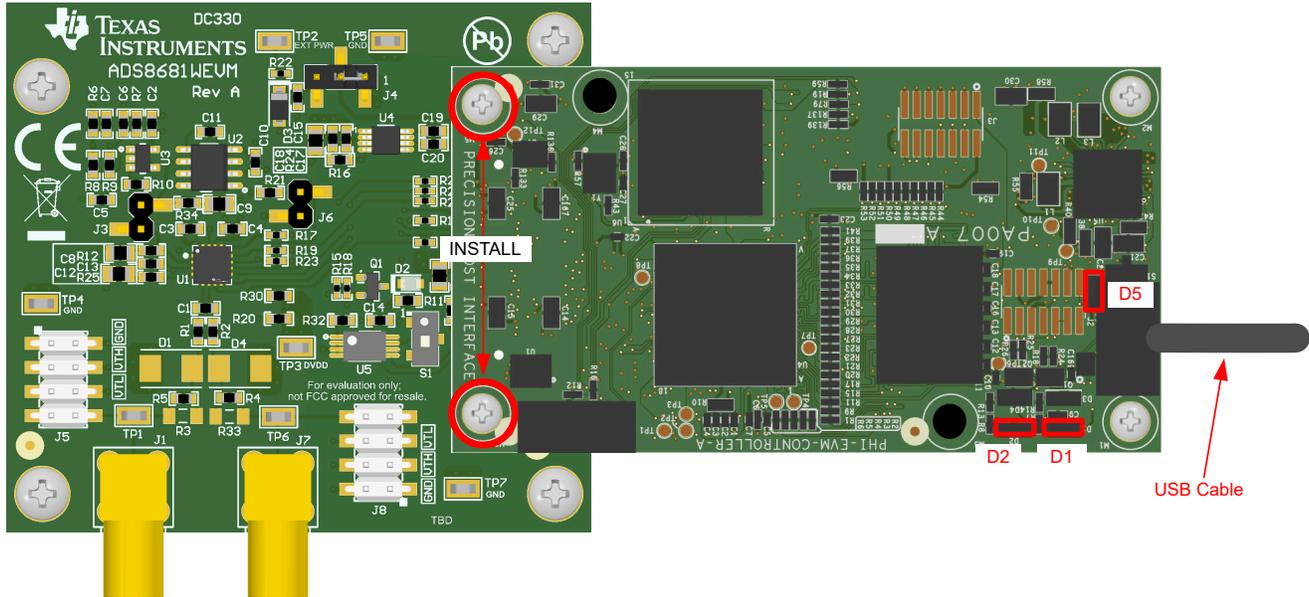

图 4-1. EVM-PDK 硬件设置和 LED 指示灯
1. 将 ADS8681WEVM 连接到 PHI。按图 4-1 中所示安装两个螺钉。